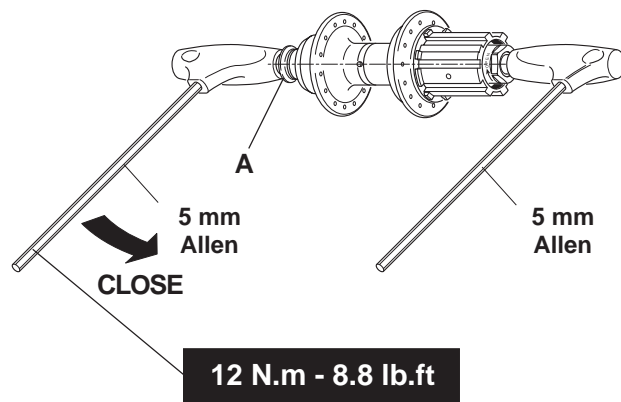

Fig. 10
- Stringete il dado di bloccaggio (A) con una coppia di serraggio di 12 N.m. - 8.8 lb.ft. contrastando la rotazione del perno con l'altra chiave a brugola da 5 mm inserita nell'estremità opposta (Fig. 10).
- Tighten clamping nut (A) to a torque of 12 N.m. - 8.8 lb.ft., countering axle rotation with the other 5 mm Allen wrench fitted on the opposite end (Fig. 10).
- Die Führungsbuchse des Schnellspanners (A) mit einem Drehmoment von 12 N.m.-8.8 lb.ft. (Abb. 10) anziehen, wobei der Rotation der Achse mit dem zweiten 5mm Imbusschlüssel, der auf der gegenüberliegenden Seite eingeführt ist, entgegengewirkt wird.
- Serrez l'écrou de blocage (A) avec un couple de serrage de 12 N.m. - 8.8 lb.ft, en empêchant la rotation de l'axe avec l'autre clé Allen de 5 mm. fixée à l'extrémité opposée (Fig.10).
- Apretar la tuerca de bloqueo (A) con par de torsión de 12 N.m. - 8.8 lb.ft. (Fig. 10) contrastando la rotación del eje con la otra llave allen bien introducida en la extremidad opuesta del eje.
- Draai moer (A) vast met een moment van 12 Nm - 8.8 lb.ft., terwijl u de as vasthoudt met de andere 5 mm imbusleutel aan het andere einde van de as. (Fig. 10).